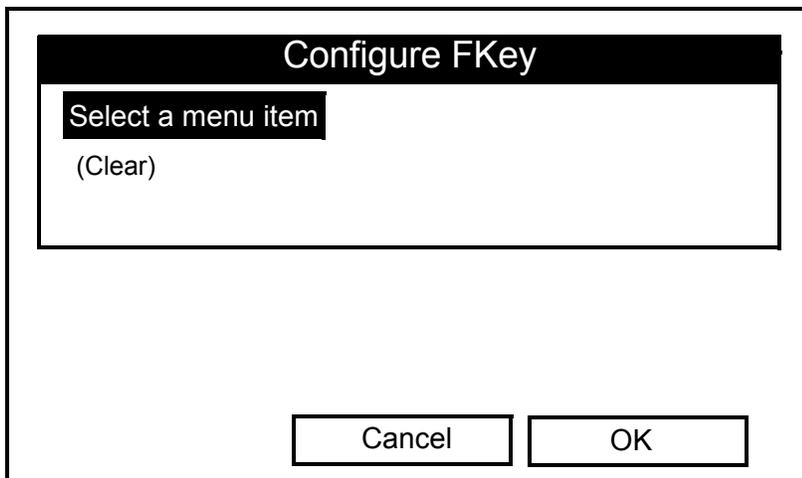

Рис. 3-9. Окно Configure FKey (Настройка функциональных клавиш)
4. С помощью кнопок со стрелками [▼] и [▲] выберите нужную *Функциональную клавишу* (например, *F1*) и нажмите [ENTER] (ВВОД). Откроется окно *Configure FKey* (Настройка функциональных клавиш) (см. рисунок 3-9 на следующей странице).
Примечание. *Функцию программируемой клавиши также можно отключить в окне Configure FKey (Настройка функциональных клавиш) (см. Рис. 3-9 на стр. 3-10), выбрав опцию Clear (Очистить), нажав [ENTER] (ВВОД), а затем нажав [F3] (OK).*